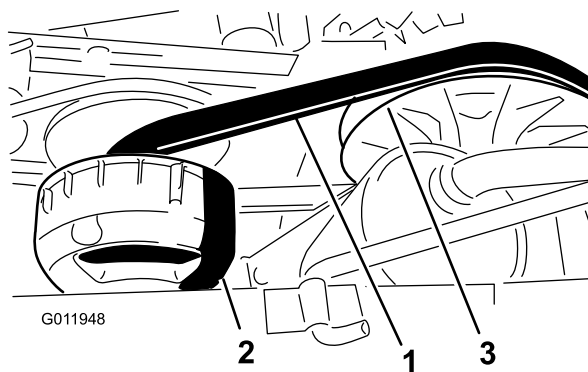

Figura 54
4. Haga girar la correa e inspecciónela (Figura 54) para asegurarse de que no está excesivamente desgastada o dañada.
- Haga girar la correa y llévela sobre el embrague secundario (Figura 54).
- Retire la correa del embrague primario (Figura 54).
- Coloque la correa nueva sobre el embrague primario (Figura 54).